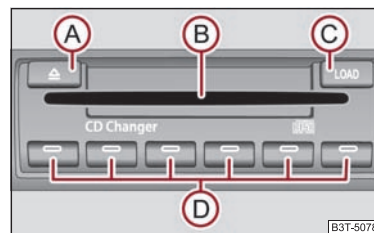

Abb. 146 CD-Wechsler
- Tippen Sie die Taste **(C)** ⇒ Abb. 146 und führen Sie die CD (Compact Disk) in den CD-Schacht **(B)** ein. Die CD wird automatisch auf die nächste freie Position im CD-Wechsler geladen. Die Leuchtdiode in der entsprechenden Taste **(D)** hört auf zu blinken.